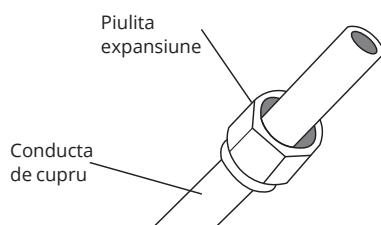

Fig. 7.7
- Montati piulitele de expansiune la ambele capete ale conductei. Verificati daca piulitele se afla in pozitie corecta, intrucat nu le mai puteti schimba dupa expansiune (fig. 7.7).